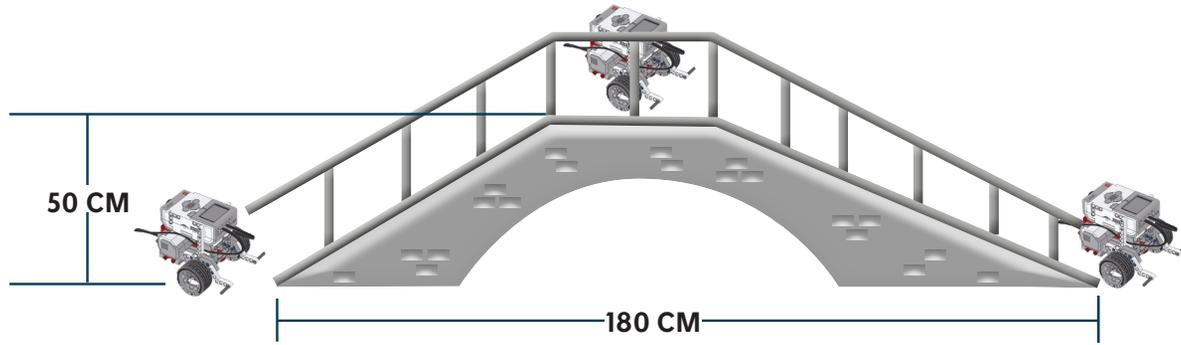

Figura 2. Dimensiones de Puente. Elaboración propia
*Previamente es necesario que es necesario proyectar la pista que se muestra que se muestra en la Figura 2, pues esto ayudara a contextualizar a los estudiantes sobre la misión que deberán realizar; además indíqueles que será importante tener una precisión en los movimientos que realice Bahazy y que este deberá desplazarse dentro de las zonas delimitadas.*